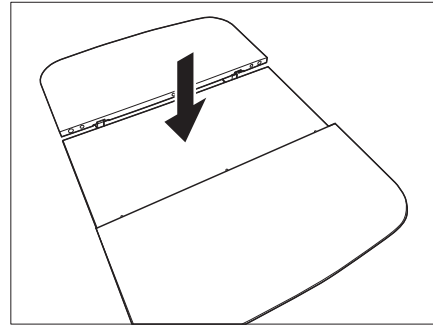

Fig. 101 Abaisser la partie médiane
- Presser la partie médiane de la table fortement vers le bas (Fig. 101). La partie médiane est poussée vers le haut par la force du ressort.
- Presser la partie médiane de la table fortement vers le bas. La partie médiane se verrouille dans la position inférieure (Fig. 101).